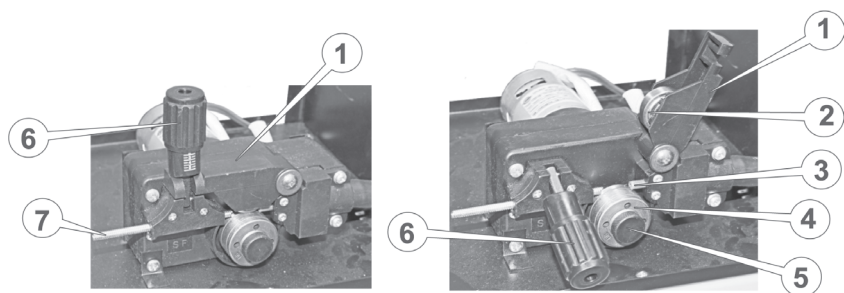

Рисунок 5. Схема (повернуто) заправлення зварювального дроту у механізм подачі.
3. Вставити зварювальний дріт у механізм подачі (2, рис. 3; рис. 5). Для чого необхідно виконати наступні дії:
- послабити притискний гвинт (6, рис. 5) і відкинути кронштейн із ним убік, як зображено на рисунку 5;
- підняти планку (1, рис. 5) з притискним роликом (2, рис. 5) для доступу до напрямних механізму протягування;
- переконавшись в тому, що на кінці дроту немає задирок, здатних пошкодити внутрішню частину тракту, і вставити зварювальний дріт у напрямний канал (7, рис. 5) та обережно просунути його у вхідний отвір зварювального рукава (3, рис. 5) на 100–150 мм;
- вкласти зварювальний дріт у канавку ролика подачі (4, рис. 5) під вибраний діаметр та матеріал дроту (V-подібна канавка для сталюого дроту, U-подібна канавка для алюмінієвого дроту). За необхідності змінити положення ролика.
Для зміни положення ролика подачі необхідно відкрутити фіксуючий гвинт (5, рис. 5), встановити ролик потрібного типу і зафіксувати.
Планку з притискним роликом повернути до робочого стану і зафіксувати її гвинтом (6, рис. 5).